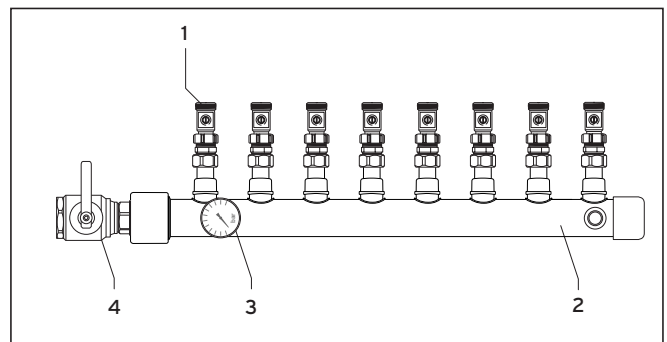
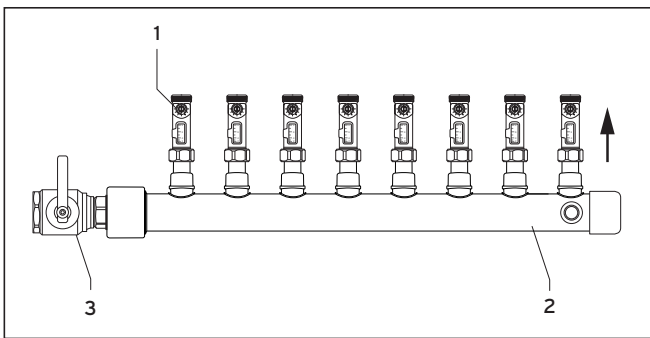

Bild 4.5 Montering av samlingsröret
Bild 4.6 Montering av fördelningsröret
Montera kulventilerna (bild 4.5) och flödesbegränsarna (bild 4.6), max. vridmoment 40 Nm. Se till att det inte uppstår något böjmoment på anslutningsställena. Annars kan de här komponenterna skadas.
- Montera kulventilerna på samlingsröret, se bild 4.5.
- Montera flödesbegränsarna på fördelningsröret, se bild 4.6. Beakta flödesriktningen.